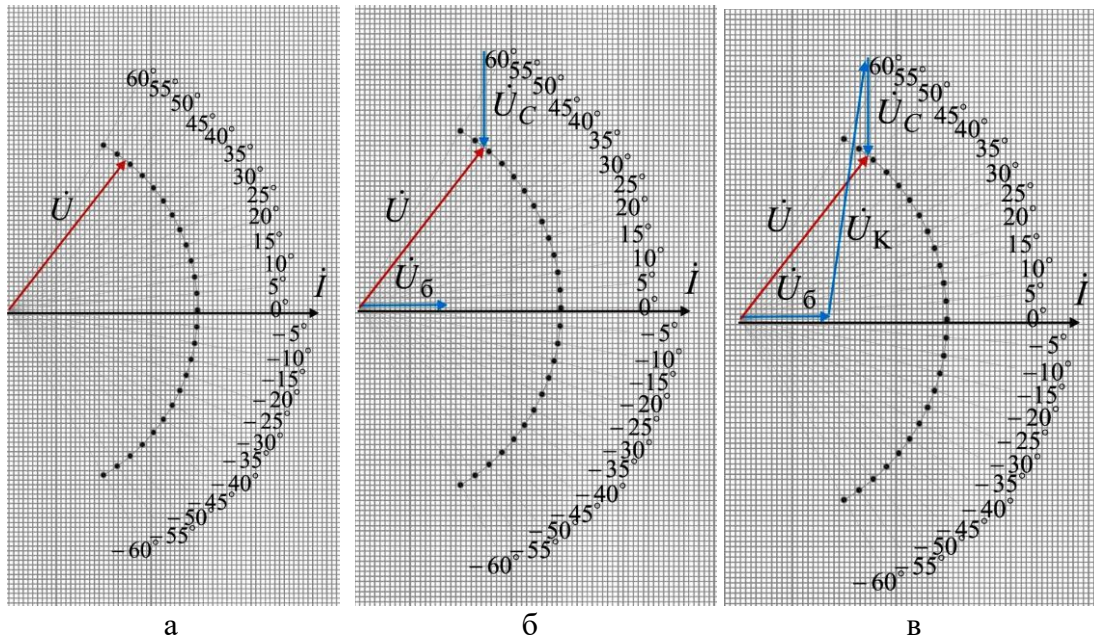

Рис. 13. Порядок построения векторной диаграммы.
Пример построения векторной диаграммы показан на рис. 13:
- отложите под углом φ вектор входного напряжения \dot{U} (рис. 13 а);
- отложите вектор \dot{U}_6 по направлению тока \dot{I} , а вектор \dot{U}_C отстающим от тока на 90° , причем таким образом, чтобы концы (стрелки) векторов \dot{U} и \dot{U}_C сходились в одной точке (рис. 13 б);
- дополните систему векторов вектором \dot{U}_K так, чтобы выполнялось уравнение $\dot{U} = \dot{U}_6 + \dot{U}_K + \dot{U}_C$ (рис. 13 в).